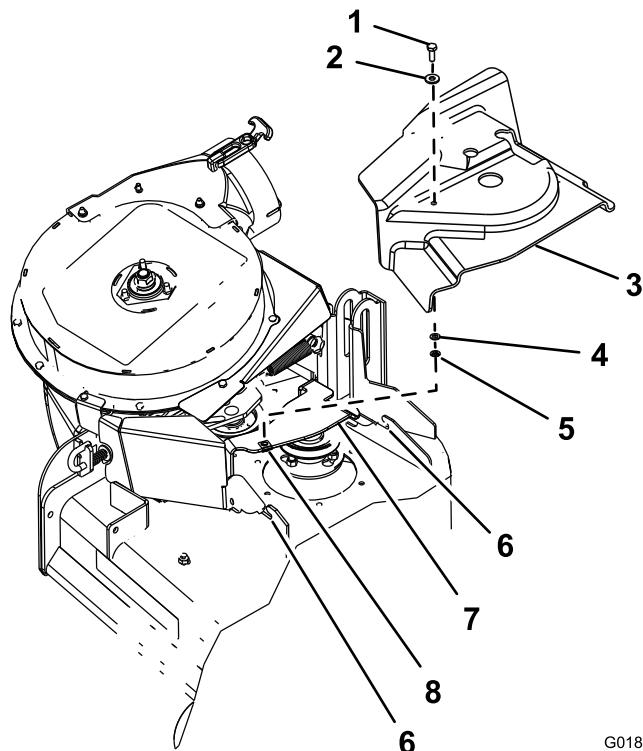

図 11
- 図 11に示すように、ワッシャ（ $5/16 \times 3/4$  インチ）を六角ヘッドボルト（ $1/4 \times 3/4$  インチ）に組み付ける。
- OEM プロア & ドライブ・キットからのボルトとワッシャを、ベルトカバーの上部の穴に取り付ける（図 11）。
- ベルトカバーの下から、ワッシャ（ $1/4 \times 1/2$  インチ）とリテナーを、六角ヘッドボルトのねじ山に取り付ける（図 11）。
- ベルトカバーを、デッキフランジのノッチに合わせる（図 11）。
- 六角ヘッドボルトで、ベルトカバーをカバー・ブラケットに固定する（図 11）。